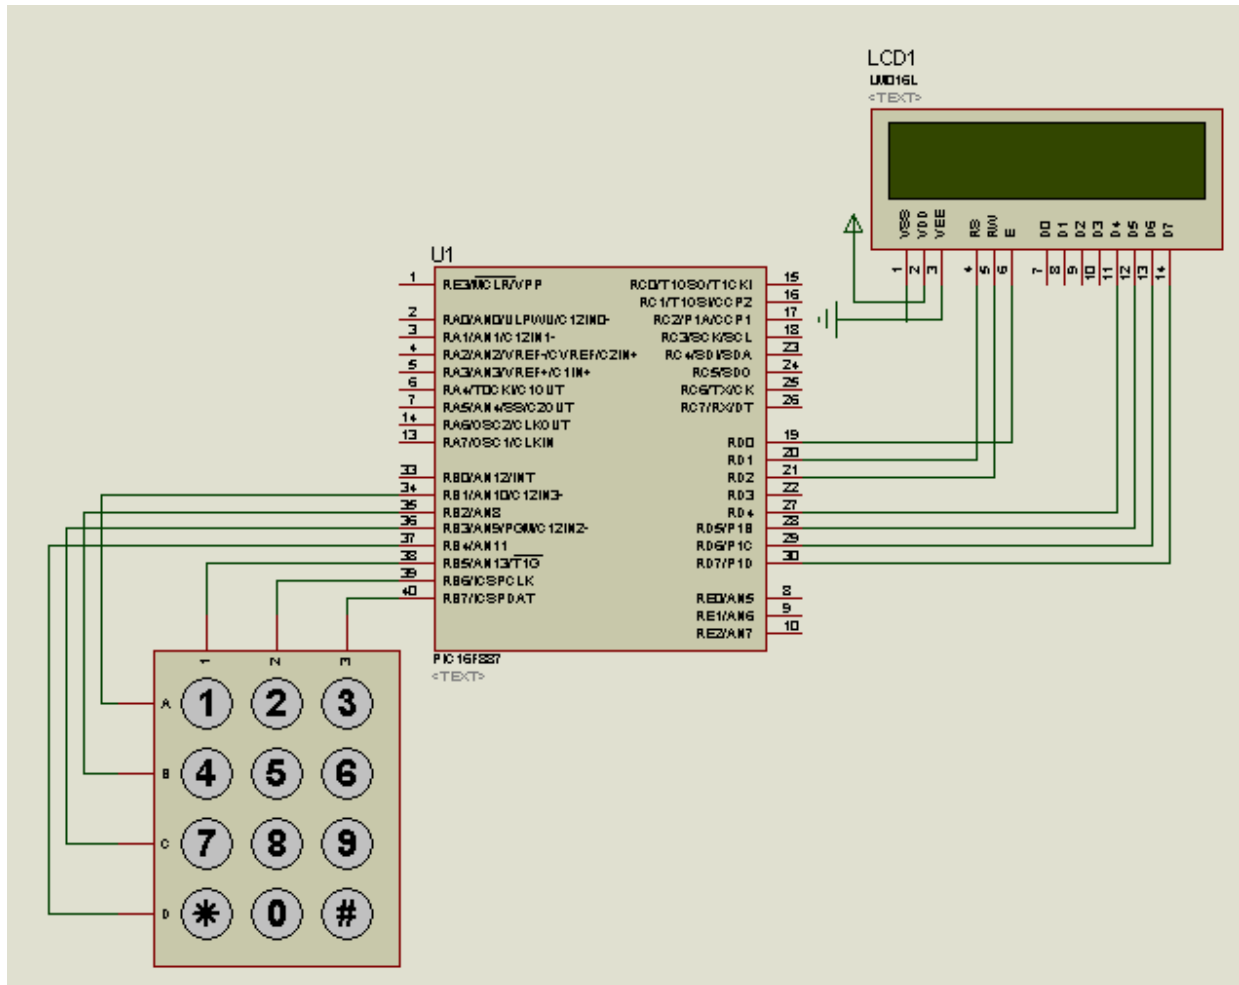

Figura 6.3
**Ejemplo 3. Armar el circuito de la figura 6.3 y probar el siguiente programa, además de simularlo en Proteus.**